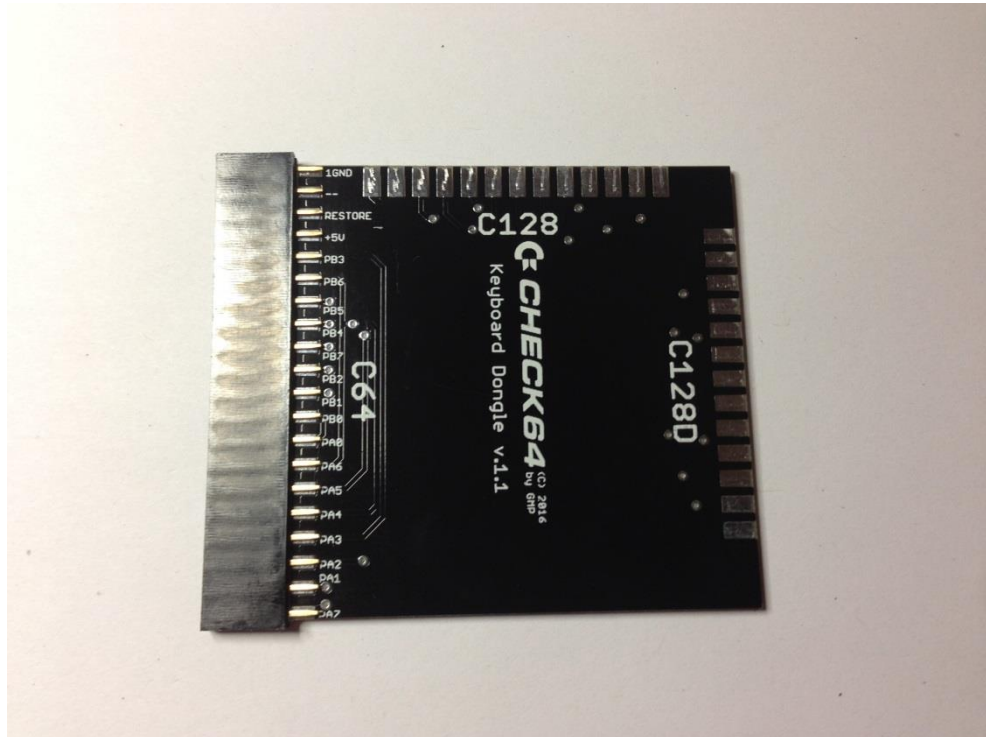

Bild 2
2.2.1. Die Stifte der Leiste bündig über die Löt pads legen (Bild 2).